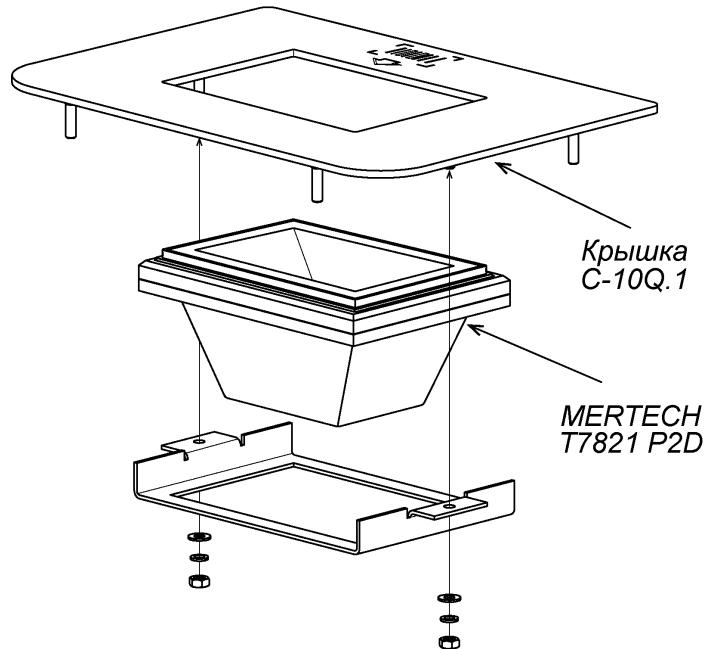

Рисунок 29. Боковая крышка PERCo-C-10Q.1 со сканером штрихкода **Mertech T7821 P2D**
1. Боковая крышка **PERCo-C-10Q.1** предназначена для установки в турникет сканера штрихкода **Mertech T7821 P2D**. Сканер поставляется в комплекте с крышкой. Крышка выполнена из нержавеющей стали, сканер штрихкода встраивается непосредственно в боковую крышку (см. рис. 29), крепеж входит в комплект поставки боковой крышки.